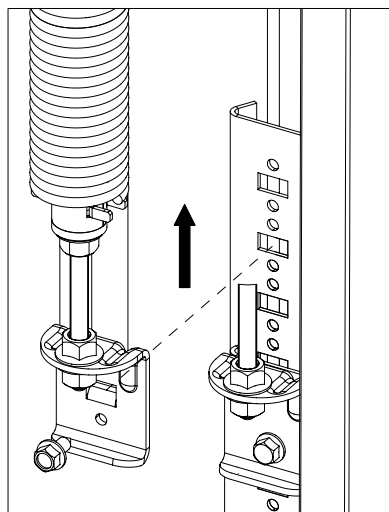

Fig. 19.1
- hvis porten køre videre op er det nødvendigt at mindske fjederspændingen. fig. 19.1.